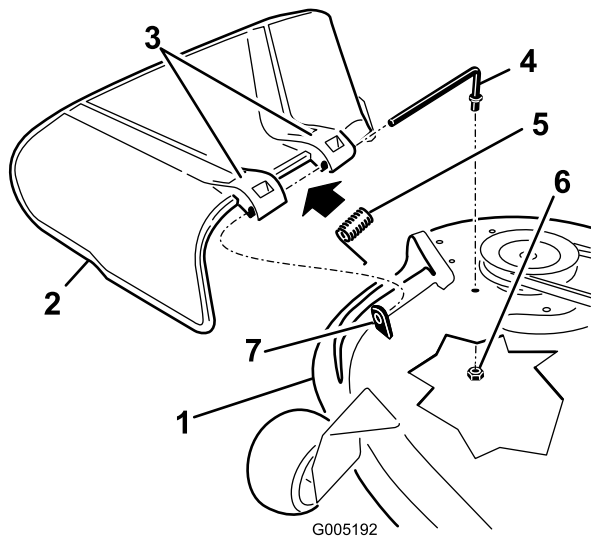

Figura 60
- Localice los elementos mostrados en la Figura 60.
2. Retire la tuerca (3/8 pulg.) de la varilla (debajo del cortacésped) (Figura 60).
3. Retire la varilla del espaciador corto, del muelle y del deflector de hierba (Figura 60). Retire el deflector de hierba dañado o desgastado.
4. Vuelva a colocar el deflector de hierba (Figura 60).
6. Coloque el muelle sobre la varilla, con los extremos de los alambres hacia abajo, y entre los soportes del deflector de hierba. Deslice la varilla por el segundo soporte del deflector de hierba (Figura 60).
7. Introduzca la varilla, en la parte delantera del deflector de hierba, por el espaciador corto de la plataforma. Fije el extremo trasero de la varilla en el cortacésped con una tuerca (3/8 pulg.) (Figura 60).